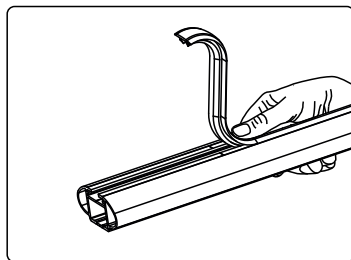

рис. 7
2.7 Если вы приобрели багажную систему с аэродинамической или крыловидной дугой, вставьте в Т-слот поперечной дуги резиновый уплотнитель (рис. 7).